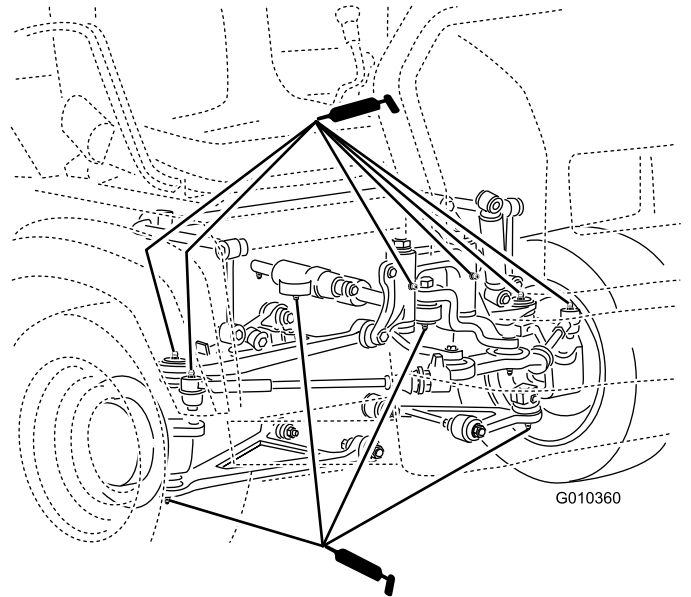

图29
- 球窝接头（4个）；请参阅图29
- 横拉杆（2个）；请参阅图29
- 枢轴安装座（2个）；请参阅图29
- 转向油缸（2个）；请参阅图29